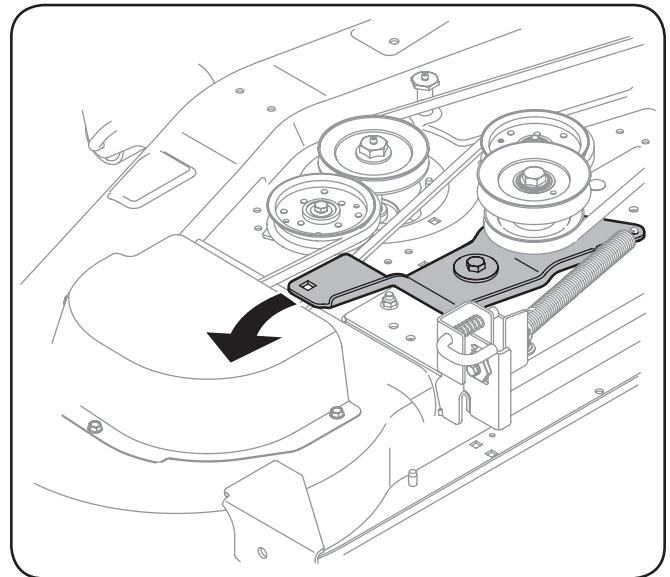

Figure 7-4
4. Faites pivoter la clé vers l'arrière afin de déplacer la poulie d'entraînement du plateau vers l'avant. Voir Figure 7-4.
4. Faites pivoter la clé vers l'arrière afin de déplacer la poulie d'entraînement du plateau vers l'avant et ainsi diminuer la tension sur la courroie. Voir Figure 7-4.